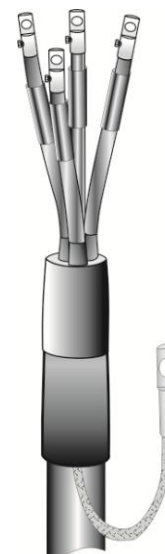

Рис.7
7. Определить длину жил по месту присоединения и обрезать. Надеть на жилы кабеля манжеты для герметизации наконечников. Замерить глубину трубчатой части наконечников и по полученному размеру снять с жил кабеля изоляцию. Оконцевать жилы кабеля болтовыми наконечниками. Обезжирить трубчатые части наконечников (Рис.7).